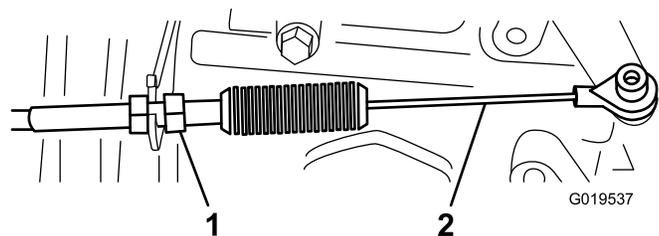
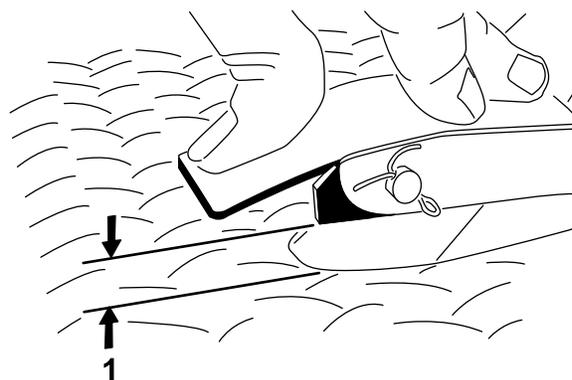

図 68
図 69
2. アクセルペダルの中央部を 11.3 kg の力で踏んだときに、ペダルと床のすきまが 2.546.35 mm となるようにアクセルケーブル(図 68)のボールジョイントを調整する(図 69)。
3. ロックナットを締めつける(図 68)。